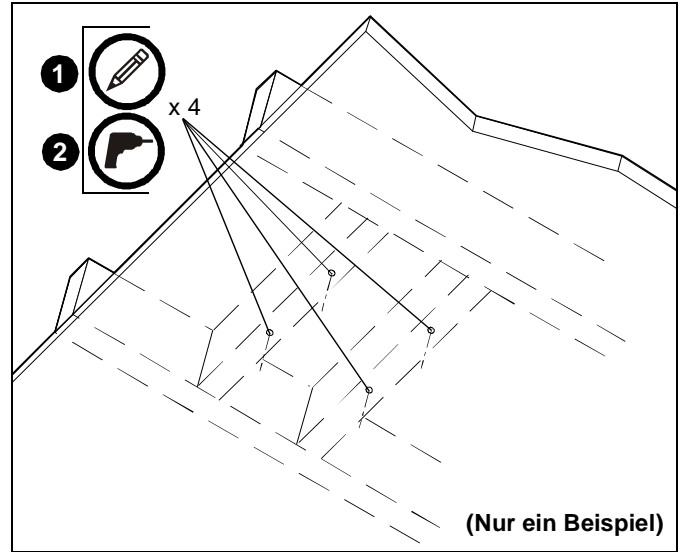

Abb. 4
1. Zeichnen Sie mithilfe der RPE als Schablone vier Bohrstellen an. (Siehe Abb. 4)
2. Bohren Sie vier Vorbohrungen mit einem Durchmesser von 3,175 mm (1/8") und einer Mindestdiefe von 38,1 mm (1-1/2"). (Siehe Abb. 4)